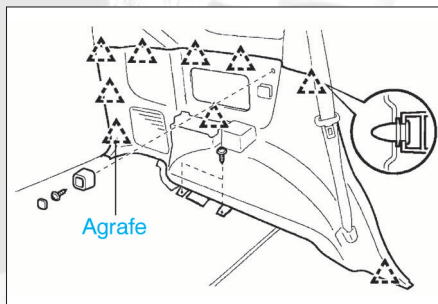

FIG. 77
- la garniture d'habillage gauche et droite de custode (Fig.77).